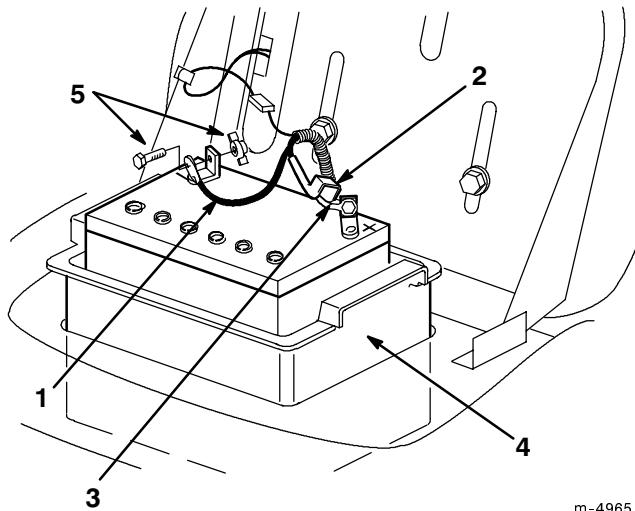

Bild 18
3. Klemmen Sie das Minuskabel (schwarz) vom Batteriepol ab (Bild 18).
- Schieben Sie die Gummiabdeckung am Pluskabel (rot) nach oben. Klemmen Sie das (rote) Pluskabel vom Batteriepol ab (Bild 18).
- Bauen Sie den Batteriekasten und die Batterie in das Chassis ein (Bild 18).
- Schließen Sie das Pluskabel (rot) mit der Schraube und Flügelmutter am (+) Pluspol an (Bild 18). Schieben Sie die Gummiabdeckung über den Batteriepol.
- Schließen Sie das (schwarze) Minuskabel mit der Schraube und Flügelmutter am (-) Minuspol an (Bild 18).